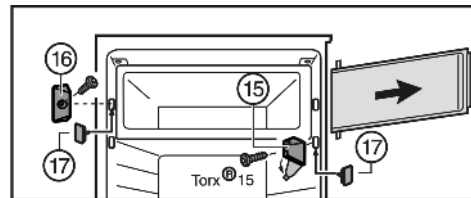

Fig. 7
- Otklopite poklopac na podlošku ležaja Fig. 7 (15).
- Odvijte podložak ležaja Fig. 7 (15) s vrata pretinca.
- Odvijte zatvarač Fig. 7 (16).
- Zatvorite oslobođene rupe s priloženim čepovima Fig. 7 (17).